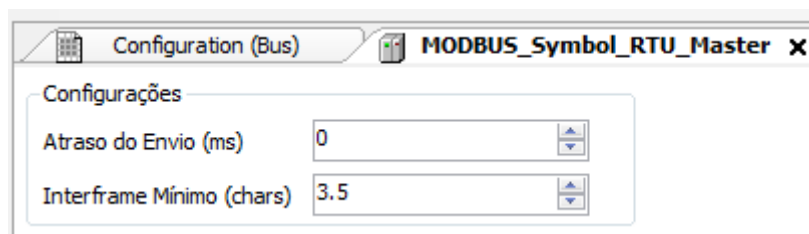

Figura 81: Tela de Configuração Parâmetros Gerais MODBUS RTU Mestre
- Configurar os parâmetros gerais do protocolo MODBUS Mestre, como: tempos de atraso de envio e interframe mínimo como na Figura 81.